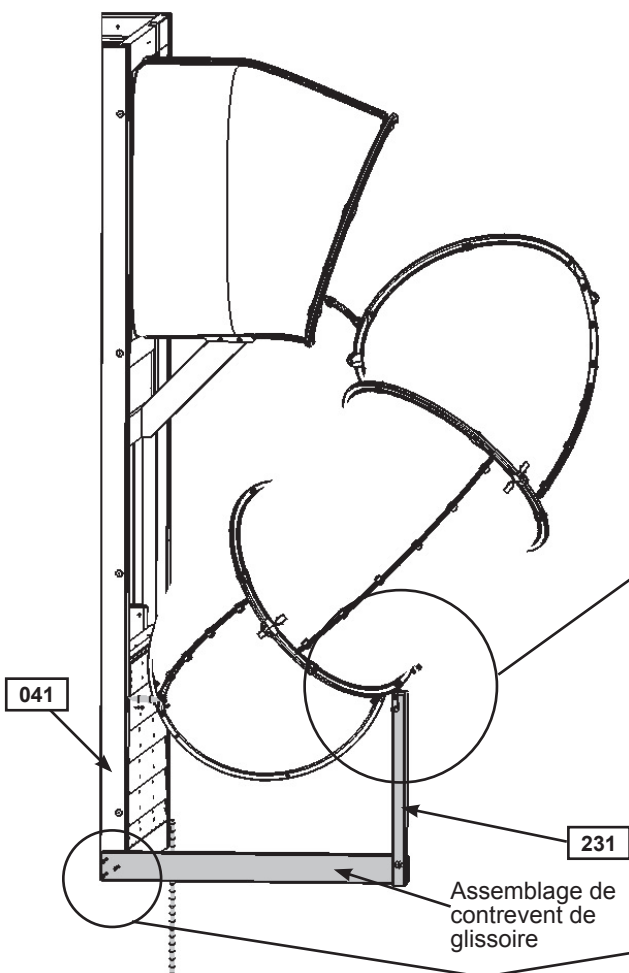

Fig. 25.2
B : Fixez le haut de la monture de poteau de glissoire à la bague de serrage avec 1 (PB2) boulon à tête bombée $\frac{1}{4} \times 1 \frac{1}{4}$ po (avec le contre-écrou enlevé plus tôt et 1 rondelle plate). (fig. 25.2)
C : Insérez la monture de poteau de glissoire sur le (231) montant de glissoire et fixez avec 2 (S6) vis à tête bombée n° 12 x 1 po. (fig. 25.2)